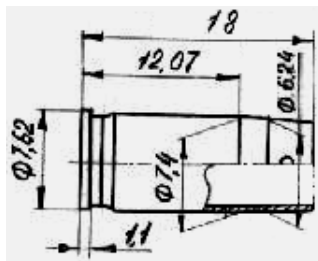

Рис. 13
Задание. На месте преступления обнаружена гильза (рис. 13). Определить название патрона, его основные характеристики и возможное оружие, для которого он предназначен. Сведения о патроне сохранить на жесткий диск.
2. Произвести поиск патрона по основным размерам гильзы (рис. 13), для чего: